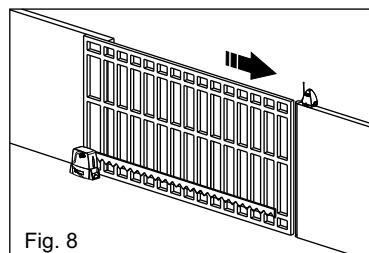

Fig. 8
10) Esperar el final del cierre de las hojas (fig. 8). Autoaprendimiento terminado.